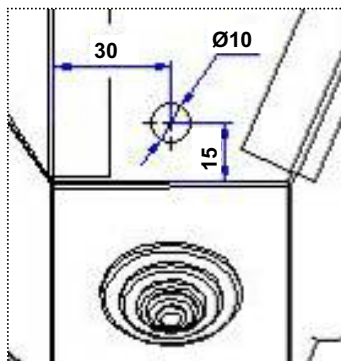

Рис.1
- просверлить отверстие Ø 10 мм в правой боковой стенке бункера АПО (рис.1), удалить заусенцы с кромок отверстия;